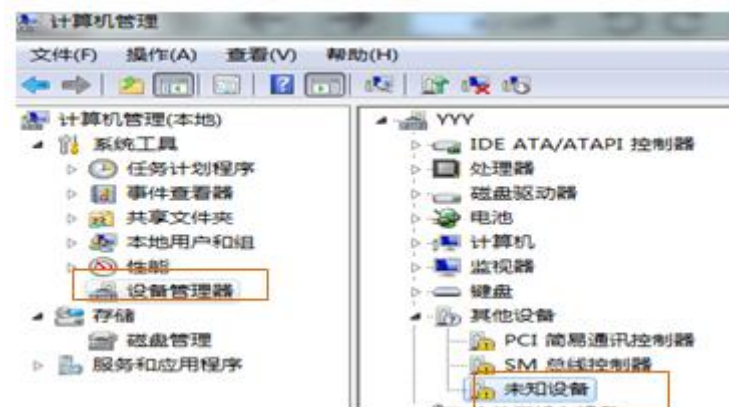

图13 设备管理器查看图
1. 仪器与电脑USB接口连接，打开仪器进入测量界面；进入电脑“设备管理器”查看，发现新的设备下拉菜单显示为未知设备显示黄色感叹号；如下图13